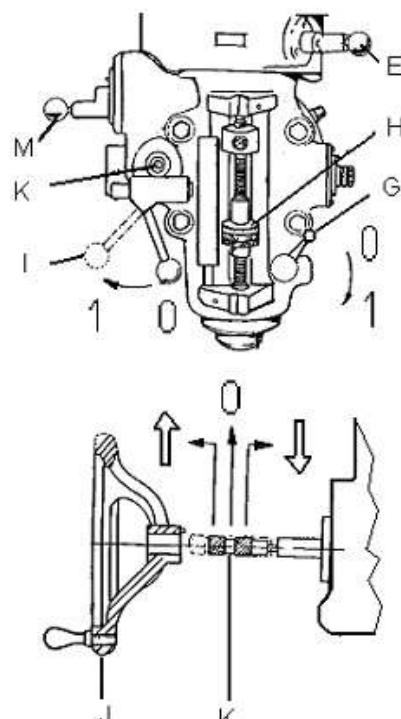

Рис.9
- **ходовой винт для перемещения стола по вертикали (C, Рис. 9).**
Наполнить масленку (A, Рис.9) маслом.